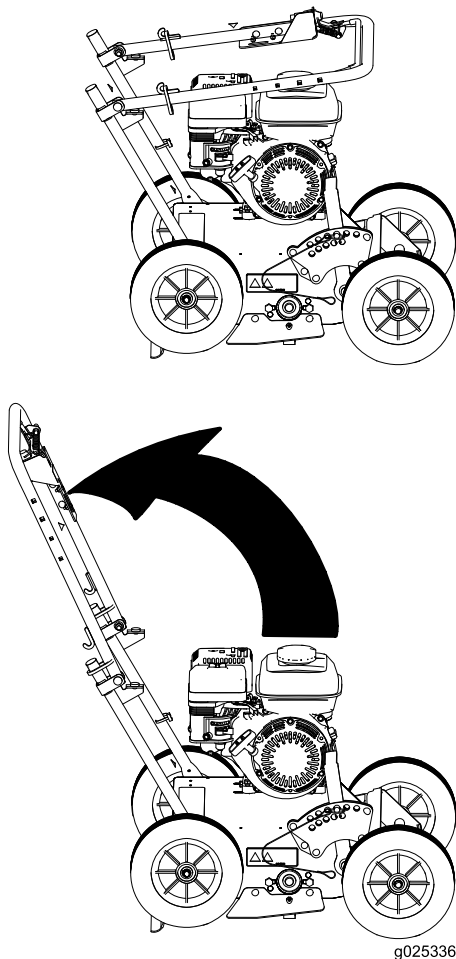

Bild 3
1. Heben Sie den Holm in die Betriebsstellung an (Bild 3).
2. Schieben Sie die ovalen Arretierringe an jeder Seite des oberen Holms nach unten über den unteren Holm, sodass die Holmabschnitte arretiert sind (Bild 3).